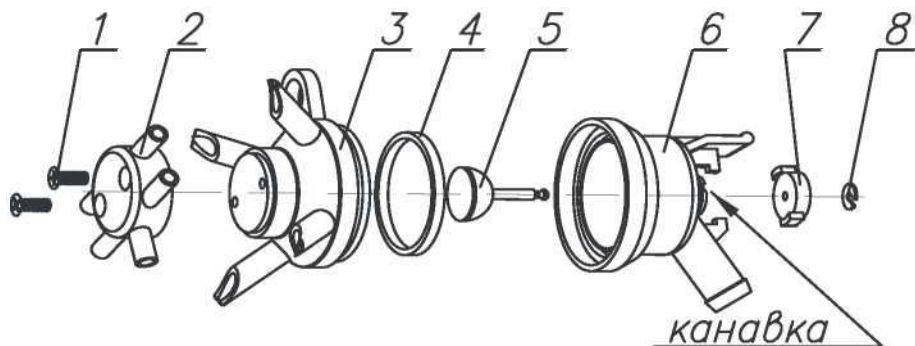
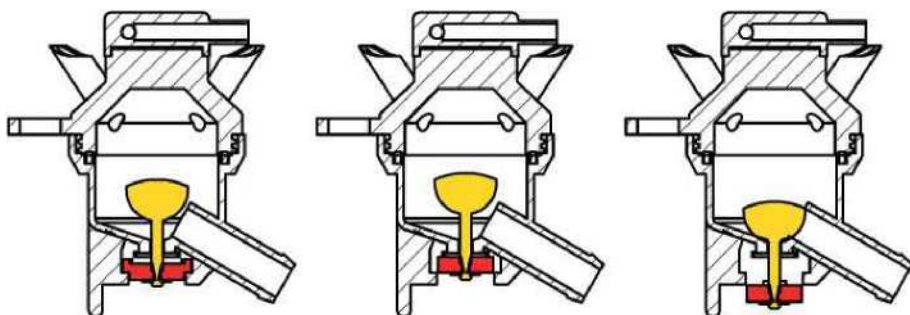

Рис. 8 Устройство коллектора
Рис. 9 Положения клапана и шайбы коллектора
5.3 Коллектор предназначен для равномерного распределения вакуума по стаканам и передачи выдоенного молока к ведру через молочный шланг 5 (рис. 5). Клапан 5 (рис. 8) используется как кран для отключения подвесного узла от вакуумной линии при снятии его с сосков вымени коровы.
Для лучшего режима доения и лучшей эвакуации молока из коллектора на корпусе 6, под шайбой 7, (рис. 8) имеется канавка для прохода воздуха (необходимо прочищать канавку через 50-70 доек).
Вставьте молочный патрубок 4 тонким концом в сосковую резину 2 и тяните до тех пор, пока кольцевое утолщение на другом конце молочного патрубка не задержится кольцом, надетым на сосковую резину. Прилагая усилие, вытяните кольцевое утолщение из сосковой резины через кольцо. Далее, сосковую резину, соединённую с патрубком молочным или сосковую резину 7 (цельную), вставьте в стакан 1 и патрубок пропустите через нижнее отверстие корпуса стакана. Головку сосковой резины наденьте на верхний край корпуса стакана, не допуская перекоса. Прилагая усилие, вытяните кольцевое утолщение молочного патрубка из стакана (или кольцевой паз цельной сосковой резины). Сосковая резина, находящаяся в стакане при этом натягивается. По окончании сборки на боковой патрубок корпуса стакана наденьте патрубок переменного вакуума 5. Второй конец патрубка наденьте на распределитель коллектора 2 (рис. 8). Молочный патрубок подсоедините к корпусу коллектора 3 (рис. 8). Повторите пункт 6.2 для сборки всех стаканов. Вставьте прозрачную вставку 4 в сливной патрубок 7 (рис. 6), последний наденьте на центральный отвод крышки доильного ведра.
пульсатора, второй к распределителю коллектора 2 (рис. 8). К корпусу коллектора 6 (рис. 8) подсоедините молочный шланг 5 (рис. 5), второй конец шланга наденьте на прозрачную вставку 4 (рис. 6). Для облегчения сборки концы шлангов смочите в воде.
6.7 Зафиксируйте клапан коллектора 5 (рис. 8) в положении 3 (рис. 9).
6.10 Убедитесь в наличии пульсаций сосковой резины, для чего возьмите подвесную часть доильного аппарата, как показано на рис. 13 (доильные стаканы свисают). Клапан коллектора переместить в положение 1 (рис. 9). Каждый доильный стакан по очереди поставьте в вертикальное положение (головкой вверх) и, вставив в него большой палец руки, убедитесь в наличии пульсаций сосковой резины.
- откройте клапан, прижав пальцем шайбу 7 (рис. 8) к корпусу коллектора (положение 2 рис. 9);
7.4 Для агрегата «Тандем»: перед надеванием доильных стаканов на вымя первой коровы зафиксируйте клапан коллектора второй доильной аппаратуры в положении 3 (рис. 9). Последующее подсоединение доильной аппаратуры к вымени первой и второй коров проводить согласно п. 7.3.
Снятие доильного аппарата должно производиться немедленно после окончания отдачи молока, для чего, поддерживая коллектор одной рукой, другой оттяните клапан коллектора в положение 3 (рис. 9), снимите доильный аппарат.
7.6 Для агрегата «Тандем»: при необходимости слить молоко из одного бидона в процессе доения необходимо зафиксировать клапан коллектора этой доильной аппаратуры в положении 3 (рис. 9), чтобы не останавливать дойку второй коровы.
- легким нажатием с поворотом на 90° зафиксируйте клапан коллектора в положение промывки 1 (рис. 9);